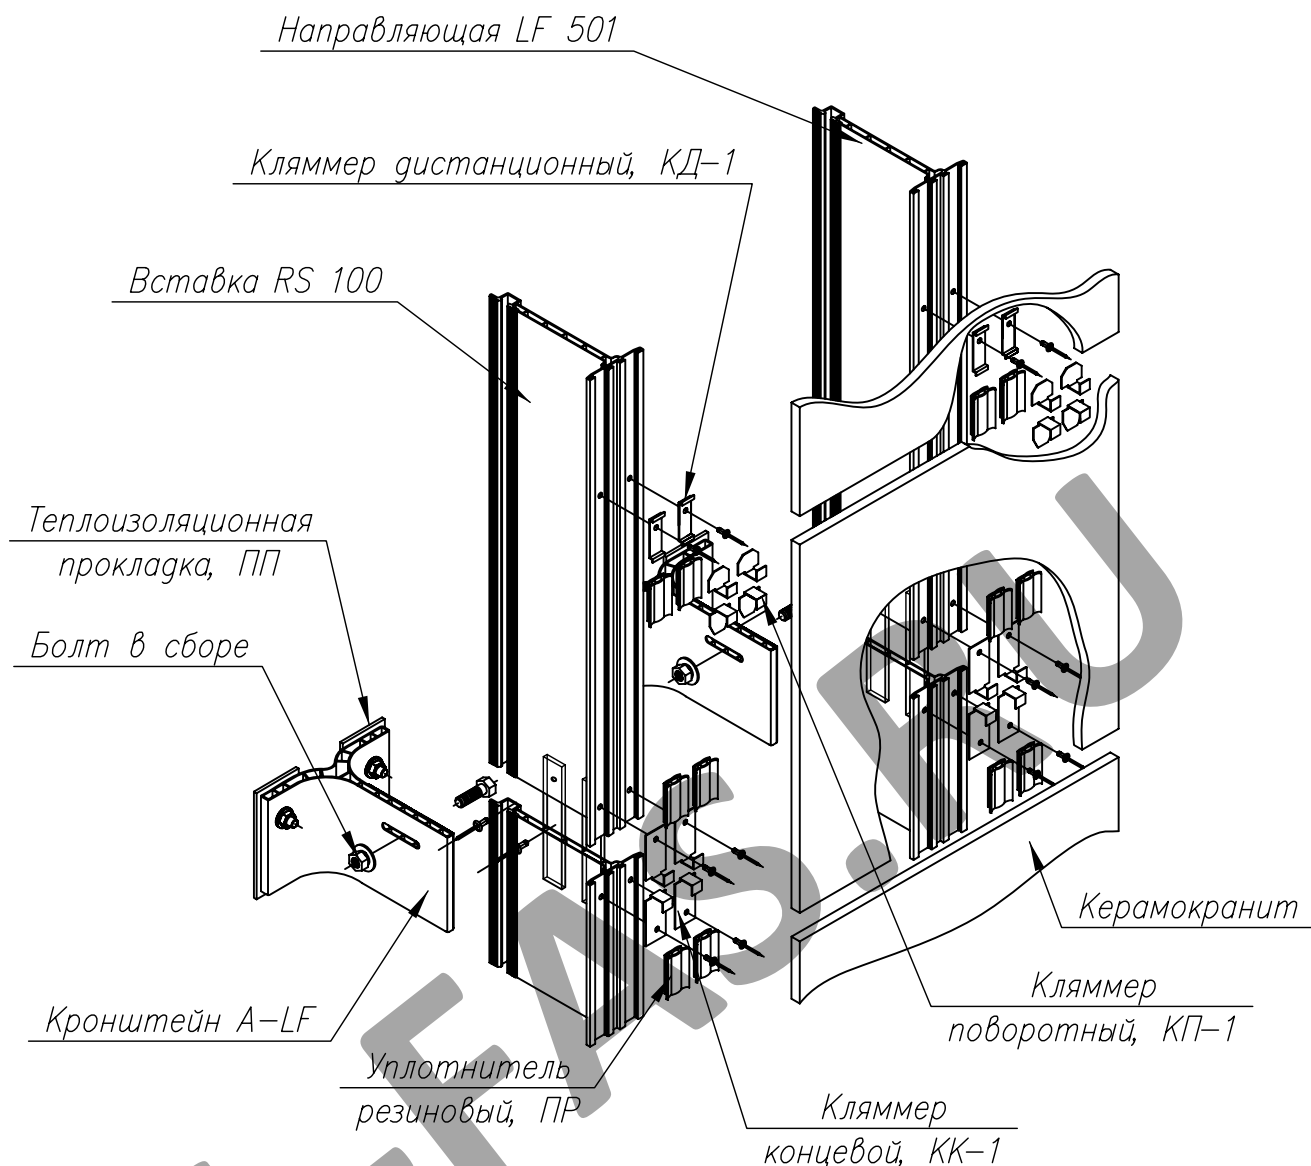

Рис. 5.
3.5. Для крепления последующих плит необходимо на дистанционный кляммер КД-1 установить поворотный кляммер и повторить операции в последовательности описанные п.п. 3–3.5 (рис. 5).